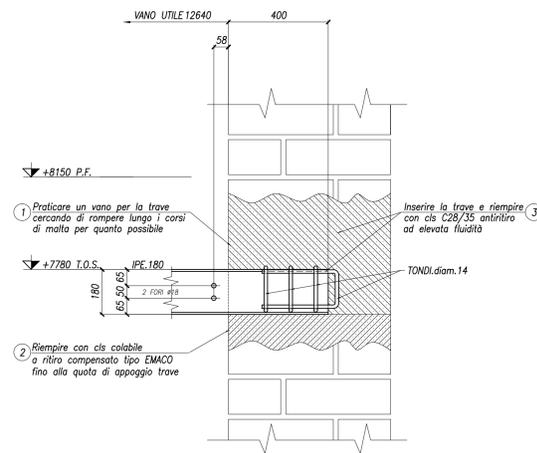

FIGURA 1
1. Demolire in parte il muro, di un volume sufficiente per poter inserire le putrelle; ad un'estremità il foro dovrà essere più profondo per permetterne la messa in opera. Quindi creare mediante calcestruzzo colabile a ritiro compensato tipo EMACO un piano di appoggio orizzontale (FIGURA 1, punto 2).
2. Una volta inserite le putrelle, ripristinare la funzione portante del muro con calcestruzzo C28/35 antiritiro ad elevata fluidità (FIGURA 1, punto 3).